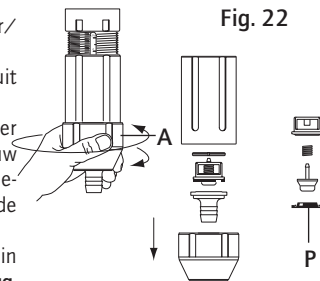

Fig. 22
- Draai de conische moer/blokkeerring los (Fig. 22-A).
- De verschillende delen met proper water overvloedig spoelen, ze opnieuw monteren in de volgorde van het schema (Fig. 22-P) en controleren of de terugstelveer wel degelijk actief is.